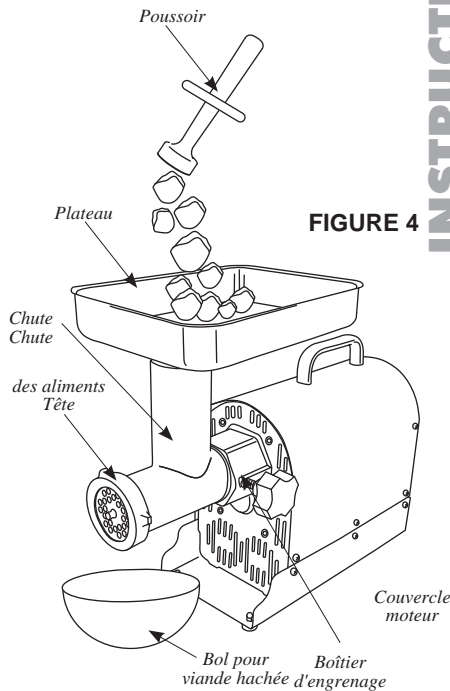

FIGURE 4
6. Placer un plat ou un bol pour récupérer la viande hachée lorsqu'elle tombe de la **tête du hachoir** (Figure 4).